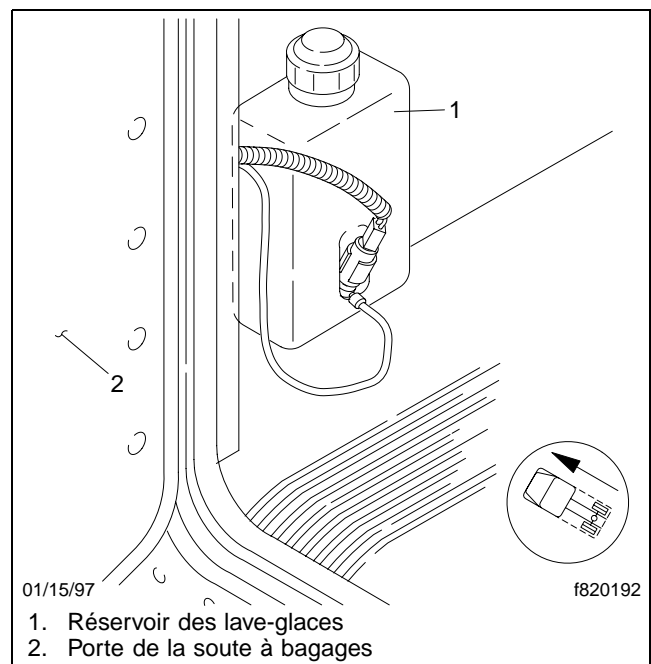

Fig. 11.1, Réservoir des lave-glaces
3. Assurez-vous que le réservoir des lave-glaces est plein. Au besoin, ajoutez du liquide lave-glaces. Consultez la **Fig. 11.1**. Le réservoir des lave-glaces est situé dans la soute à bagages gauche. Dévissez le capuchon pour ajouter du liquide.